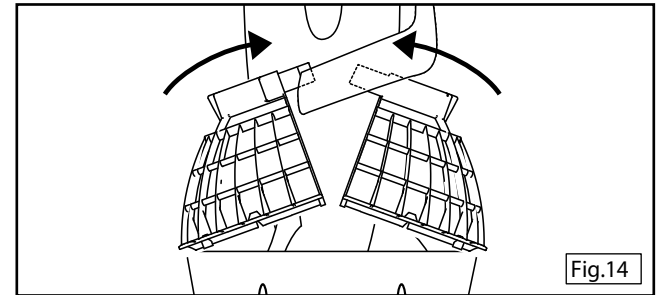

Fig.14
4. Dégager la grille tel qu'illustré en figure 14.